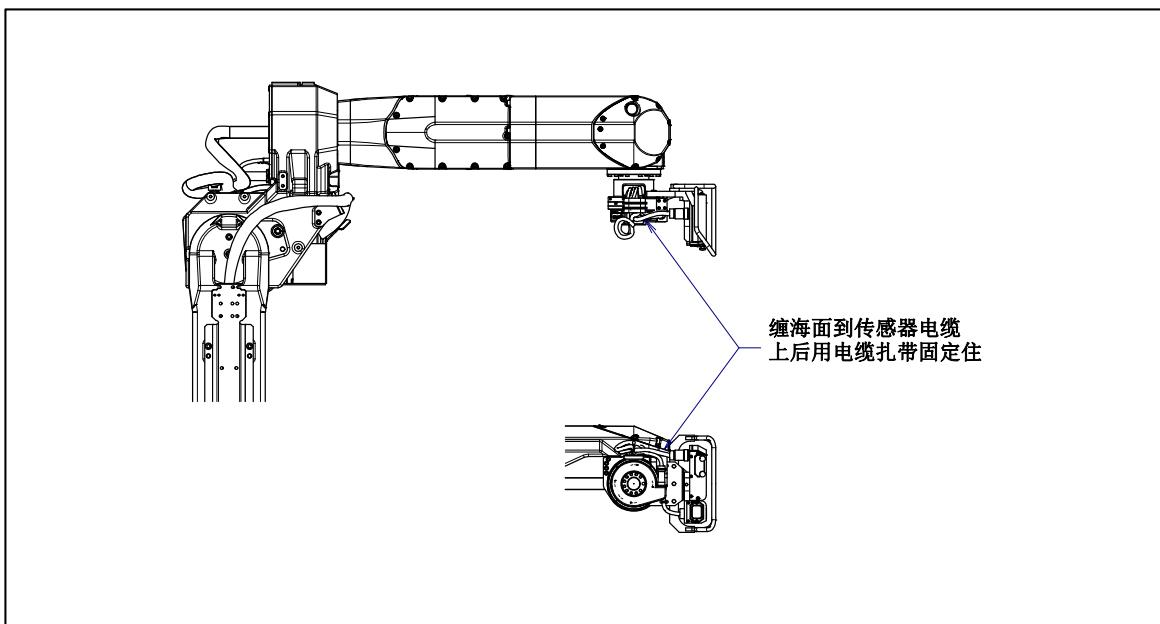

图 10.2 (a) 传感器电缆·相机电缆的更换
- 2 在各电缆传感器侧的连接器部, 如图 10.2 (a)的把海面缠, 用电缆扎带固定住。
为了保护夹部, 传感器电缆组件附上海面。安装的时候, 按照图 10.2 (b), 正确地夹。